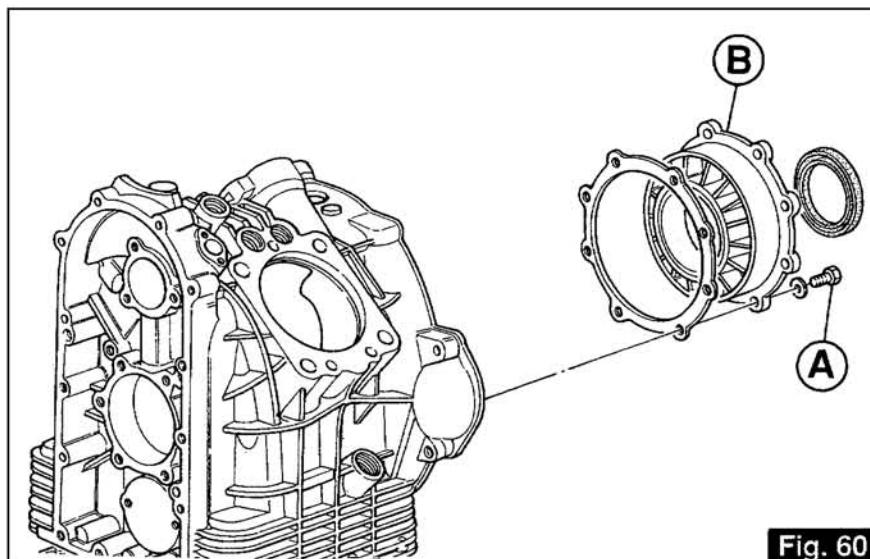

Fig. 60
- Pour éviter des fuites d'huile des 2 vis inférieures «A» qui fixent le flasque-support postérieur «B» de l'arbre moteur, posez du ruban de teflon sur le filet de ces vis (Fig. 60).
- Um zu vermeiden, daß über die 2 unteren Feststellschrauben «A» des hinteren Halterungsflansches «B» der Motorwelle Öl austießt, für die Schrauben bereits erwähntes Teflonband verwenden (Abb. 60)